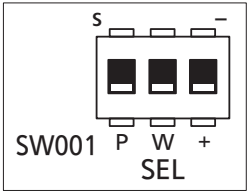

図 15
①外部からの運転/停止信号の種類を選択します。
- SW001 (3P のディップスイッチ) の “1 番 (1 番左)” にて、下表のように設定してください。(図 15)